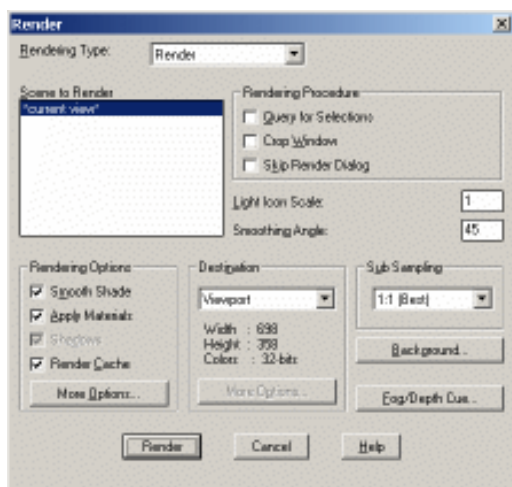

图 16.10 Render (渲染) 对话框
(9) 输入 RENDER 命令, 打开 Render (渲染) 对话框, 如图 16.10 所示, 单击 Render 按钮, 开始渲染。